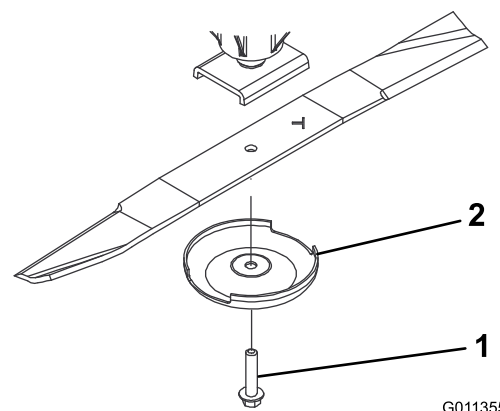

Figura 70
4. Instale a lâmina, com a aba voltada para a plataforma de corte, com o recipiente antidanos e o parafuso da lâmina (Figura 70).
3. Segure a extremidade da lâmina utilizando um trapo ou uma luva grossa e retire o parafuso da lâmina, recipiente antidanos e a lâmina do veio do eixo (Figura 70).